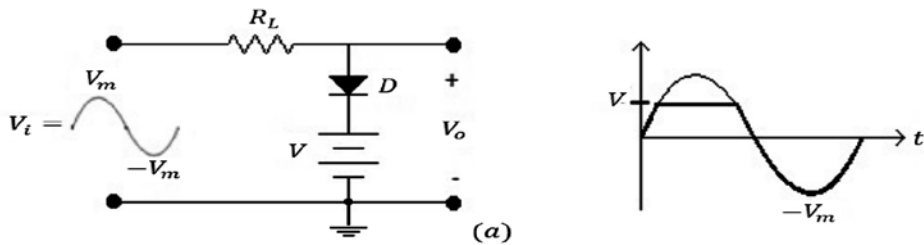

Figura 3.34 Funcionamiento del recortador paralelo con fuente adicional. Fuente: [2]
* Cuando la entrada se hace negativa, el diodo se polariza inversamente (se abre) y la señal de salida sigue a la entrada hasta alcanzar el valor $-V_m$, como se muestra nuevamente en la figura 3.34: